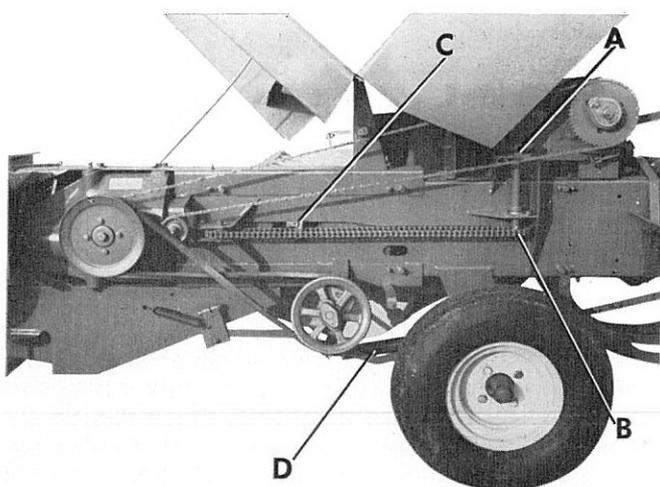

FIG. 27
Si les balles sont trop garnies du côté droit on fera sauter la chaîne de l'ameneur A fig. 27 dans le sens inverse des aiguilles d'une montre sur le pignon de commande pour faire avancer le chariot plus loin dans la chambre à balles. On ne devra pas dépasser une ou deux dents de différence avec le calage standard. Le déplacement du chariot d'ameneur plus loin dans la chambre à balles permet aux dents de déplacer une plus grande charge de marchandise sur le côté gauche de la chambre à balles.
Si les balles sont trop garnies du côté gauche, on fera sauter la chaîne d'une dent sur le pignon de commande B fig. 27. Ceci dans le sens des aiguilles d'une montre pour faire déplacer le chariot plus loin en dehors de la chambre à balles. Si
Ils protègent l'ameneur contre tout accident. Point C fig. 27.
Le ramasseur est commandé par une courroie. La surcharge est évitée par le patinage de celle-ci. La tension s'effectue par le ressort D fig. 27. Le couple sur l'arbre de commande doit être compris entre 16 et 20 mkg.
2. Insuffisance de foin du côté gauche de la balle, même si l'ameneur est bien réglé (voir fig. 27).